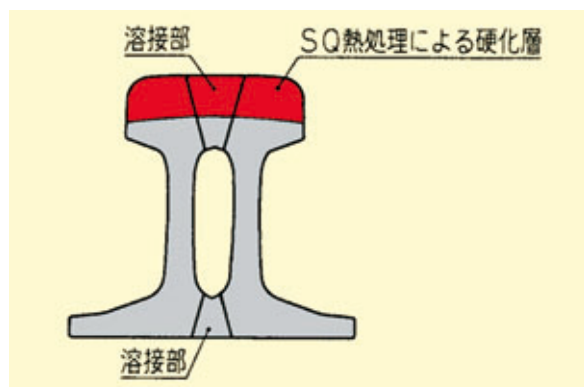

図1. SQ熱処理断面図
- 素材は50kgNレールまたは60kgレールを使用し、SQ熱処理によって耐摩耗性が向上しています。(図1)